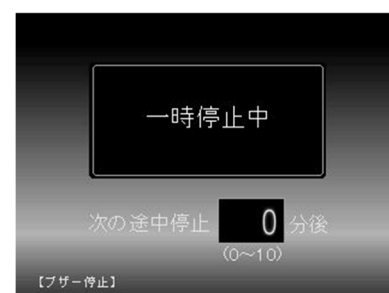

図 7-50
- 1) 乾燥工程で途中停止を設定すると途中停止動作を行い、途中停止中画面が表示されます。(図 7-50)